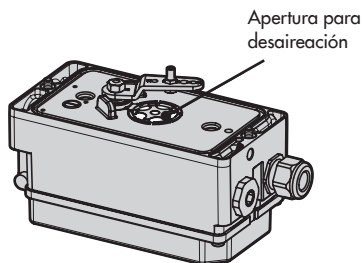

Fig. 5-1: Apertura para desaireación (parte posterior posicionador)
- No cerrar o reducir la apertura de desaireación (ver Fig. 5-1).